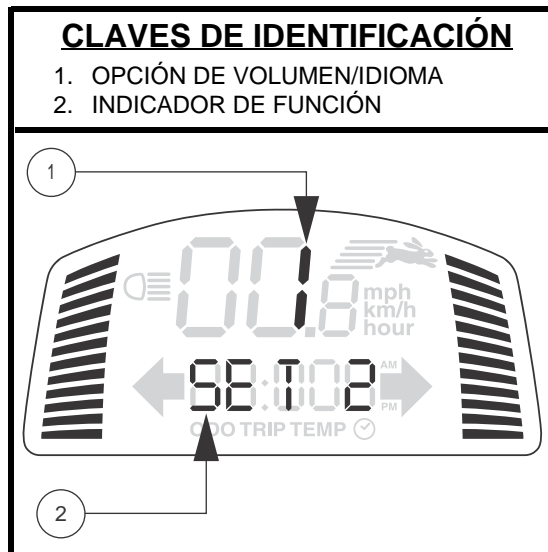

Figura 3. Pantalla del control del volumen
**NOTA:** Las señales de giro están sincronizadas para apagarse luego de 15 segundos. Un pitido de advertencia sonará mientras la señal de giro esté encendida. Ver la figura 3 para el control del volumen.
**NOTA:** Las luces intermitentes cuádruples destellarán y sonará un pitido de advertencia mientras las luces de emergencia permanezcan encendidas. Ver la figura 3 para el control del volumen.
El volumen de las luces de emergencia, el claxon, la baja tensión, las señales de giro y el mensaje de error puede encenderse o apagarse de manera separada. **Ver la figura 3.**